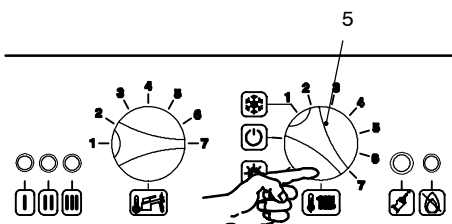

fig. 7.5
2 Ruotare il selettore 5 come in fig. 7.5
- 17 Ruotare il selettore 5 come in fig. 7.5